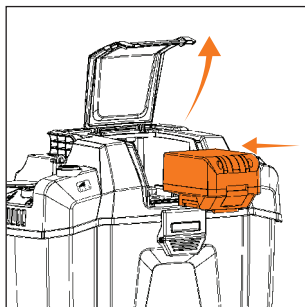

Рис. 8
- Откройте крышку и вставьте заряженную аккумуляторную батарею, закройте крышку (Рис. 8).